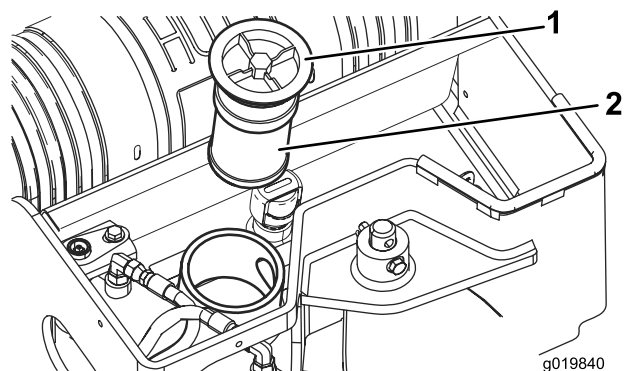

Figura 59
5. Limpe a área em torno do tubo de enchimento do depósito do hidráulico e retire a tampa e o filtro do tubo de enchimento utilizando uma chave (Figura 59).